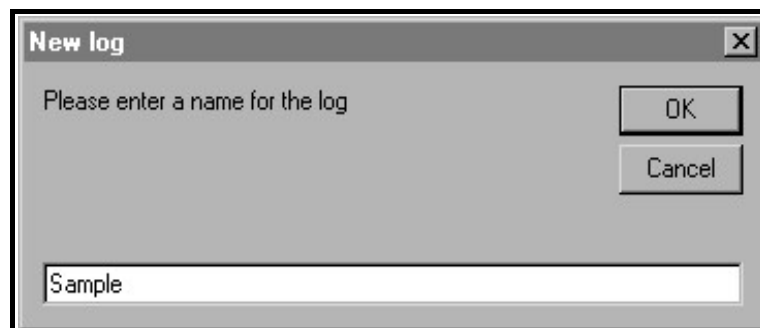

Figura 17: Cuadro de diálogo del nombre del registro
5. Introduzca un *nombre de archivo* de registro («*Sample*» en este caso) en el cuadro de diálogo que se muestra en la *Figura 17*. Haga clic en el botón de opción **[OK]**.